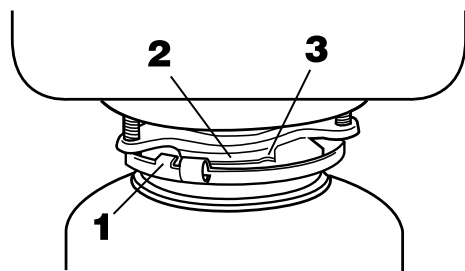

Рис. 8
1. Расположите измельчитель так, чтобы три его монтажных выступа (1) совместились с монтажными направляющими (2) для последующей защелки (см. Рис. 8).